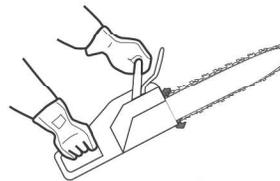

Fig. 23
- > Pouse o produto numa superfície plana e certifique-se de que a corrente (3) não toca na superfície ou noutros objetos.
- > Segure na pega frontal (1) com a mão esquerda. Coloque o polegar e restantes dedos a rodear a pega. Segure na pega traseira (11) com a mão direita. Coloque o polegar e restantes dedos a rodear a pega (Fig. 23).